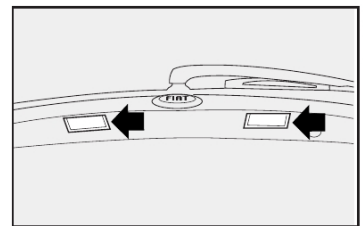

fig. 48
1) Atuar nos locais indicados pelas setas **fig. 48** com uma chave de fenda e retirar a lente transparente.